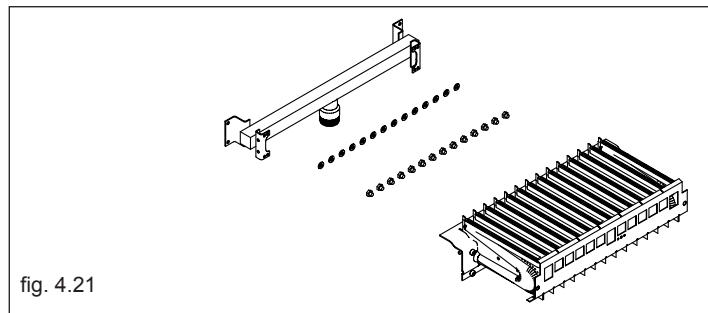

fig. 4.21
- utilizzando una chiave a tubo o a forchetta, rimuovere gli ugelli e le ranelle e sostituirli con quelli presenti nel kit (fig. 4.21)